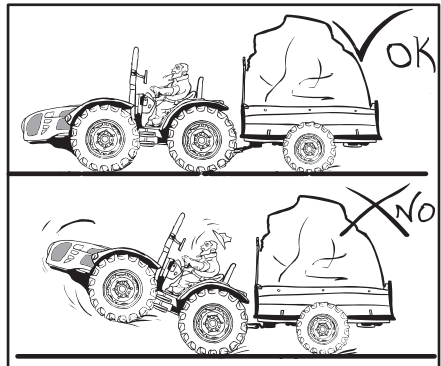

Abb. 2.21
- Nur mit der Zugstange schleppen. - Das Schleppen oder Ankuppeln an anderen Punkten kann zum Umkippen des Traktors führen (Abb. 2.21).